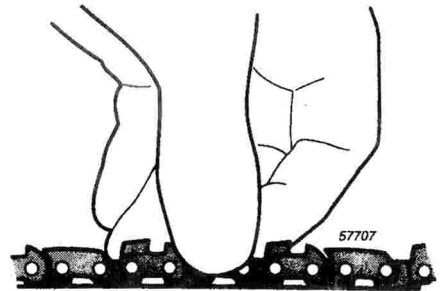

Imagen 21
4. Arrastre a mano la cadena por encima de la barra de guía varias veces desde el motor hasta el extremo de la barra. La cadena debe estar ajustada pero se tiene que mover con facilidad. Ver Imagen 21.